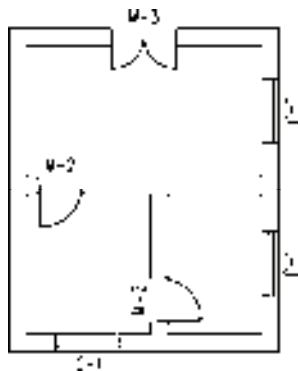

图 5-52 打开素材
1) 按〈Ctrl+O〉组合键，打开配套光盘提供的“第5章/5.2.6 编号后缀.dwg”素材文件，结果如图5-52所示。